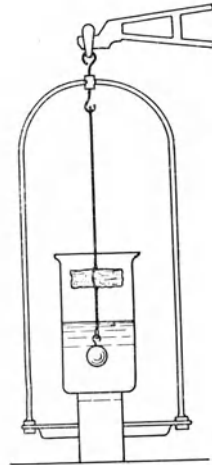

Fig. 88.
c) Hänge nun den Senker an die untere Fadenschleife. Fülle so viel Wasser ins Becherglas, daß später nur der Senker, nicht aber das Paraffinstück, ins Wasser eintaucht. Stelle das Becherglas auf die Brücke, laß den Senker ins Wasser eintauchen und stelle durch Abgleichen das Gleichgewicht her (Fig. 88).